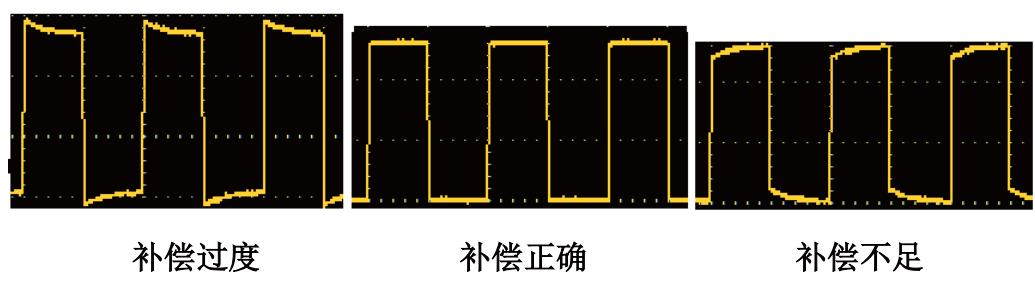
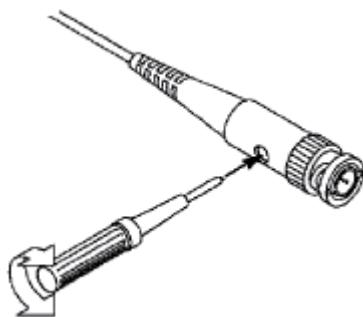

图 3-6：探头补偿显示波形
图 3-7：探头调整
- 2、检查所显示的波形，调节探头，直到补偿正确。见图 3-6，图 3-7。